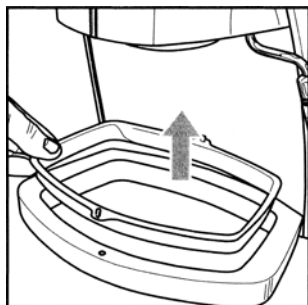

図25
- ・(図25)－ドリフトレイの下をサポートを製品から取り外します。